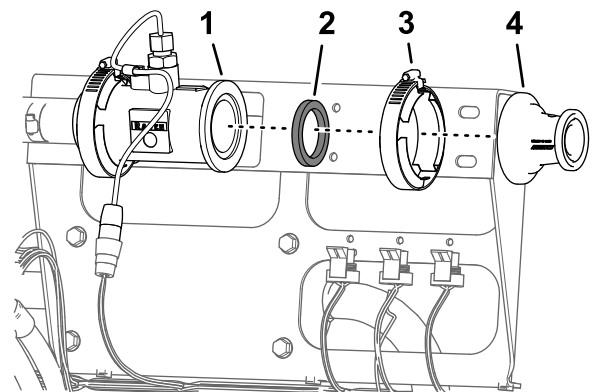

Bild 69
6. Entfernen Sie die Flanschklammer (51 mm) und die Dichtung (38 mm), mit denen der Flansch des Adapters am Flansch des Durchflussmessgeräts befestigt ist (**Bild 69**).